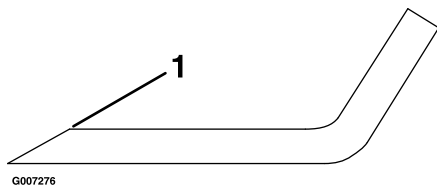

Figure 41
1. Au moyen d'une lime, aiguiser les tranchants aux deux extrémités de la lame (Figure 41). Veillez à conserver l'angle de coupe d'origine. Limez la même quantité de métal sur chacun des deux tranchants pour ne pas déséquilibrer la lame.